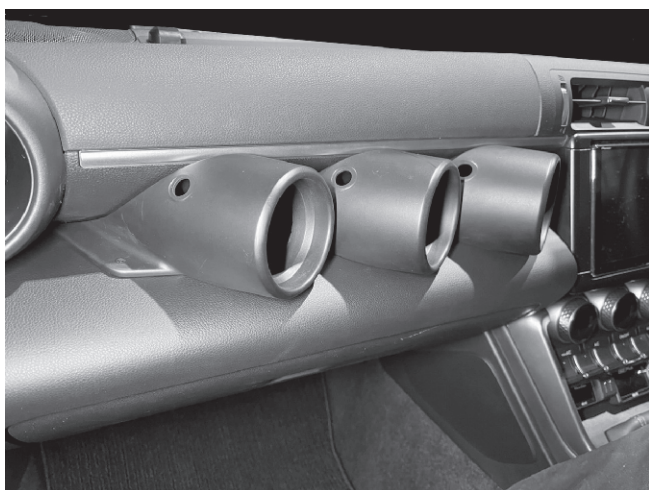

図1
- ① 取り付けるメーターパネルを一度仮合わせして、両側のビス部分を2か所マーキングをしてください。後で穴を開ける際に位置がずれないようにしっかりと面を合わせてマーキングしてください。(図1)